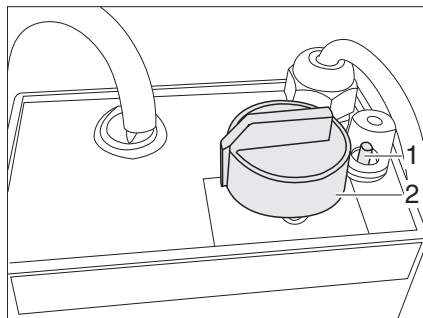

Fig. 117 Régulateur du chauffage électrique du plancher
- Tourner le bouton tournant (Fig. 117,2) sur la température souhaitée.
- Tourner le bouton tournant (Fig. 117,2) sur la position "0".
Quand le régulateur est surchargé, la protection contre les surcharges se déclenche. La goupille (Fig. 117,1) sort de son logement.
- Enfoncer la goupille (Fig. 117,1) de la protection contre les surcharges, une fois que le régulateur est refroidi.